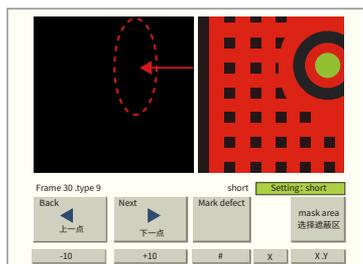

图 5-14 小网格间距蚀刻不净
(1) 在线路工序，经过 LDI 曝光和显影后，若网格中间间距过小，干膜易脱落，导致电镀工序中这些区域被镀锡保护，铜箔无法蚀刻，最终成品如图 5-14 所示，形成全填充铜皮。这种情况在 PCB 蚀刻后通过 AOI 检测时会频繁报错，影响线路直通率。